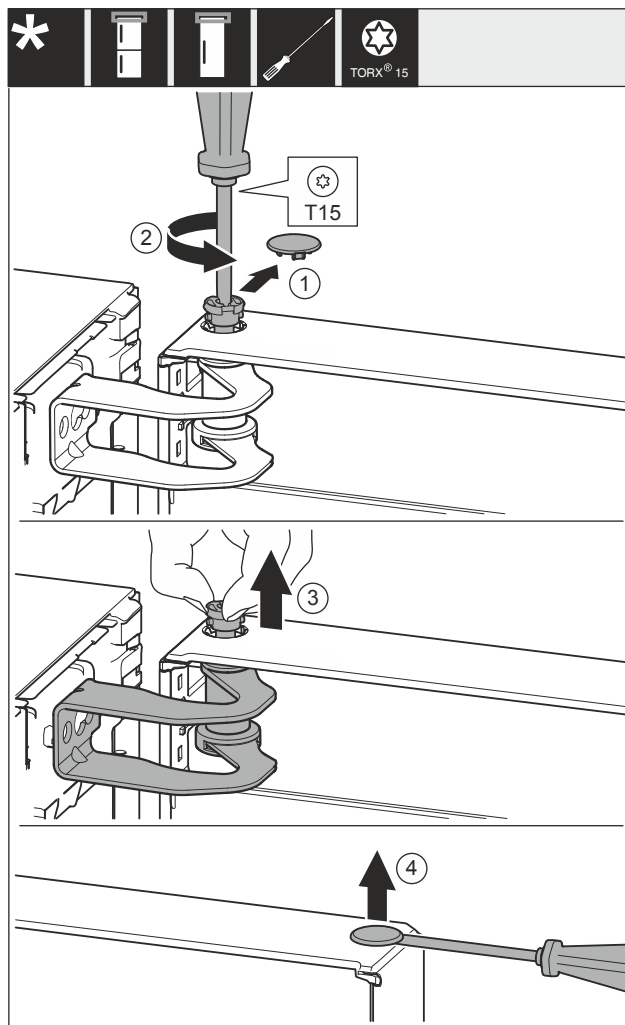

Fig. 9
- ▶ Rimuovere con cautela la copertura Fig. 9 (1).
- ▶ Estrarre di un passo i perni Fig. 9 (2) con un cacciavite.
- ▶ Estrarre i perni Fig. 9 (3) con le dita.
- ▶ Sollevare la copertura Fig. 9 (4) con cautela con un cacciavite e rimuoverla.